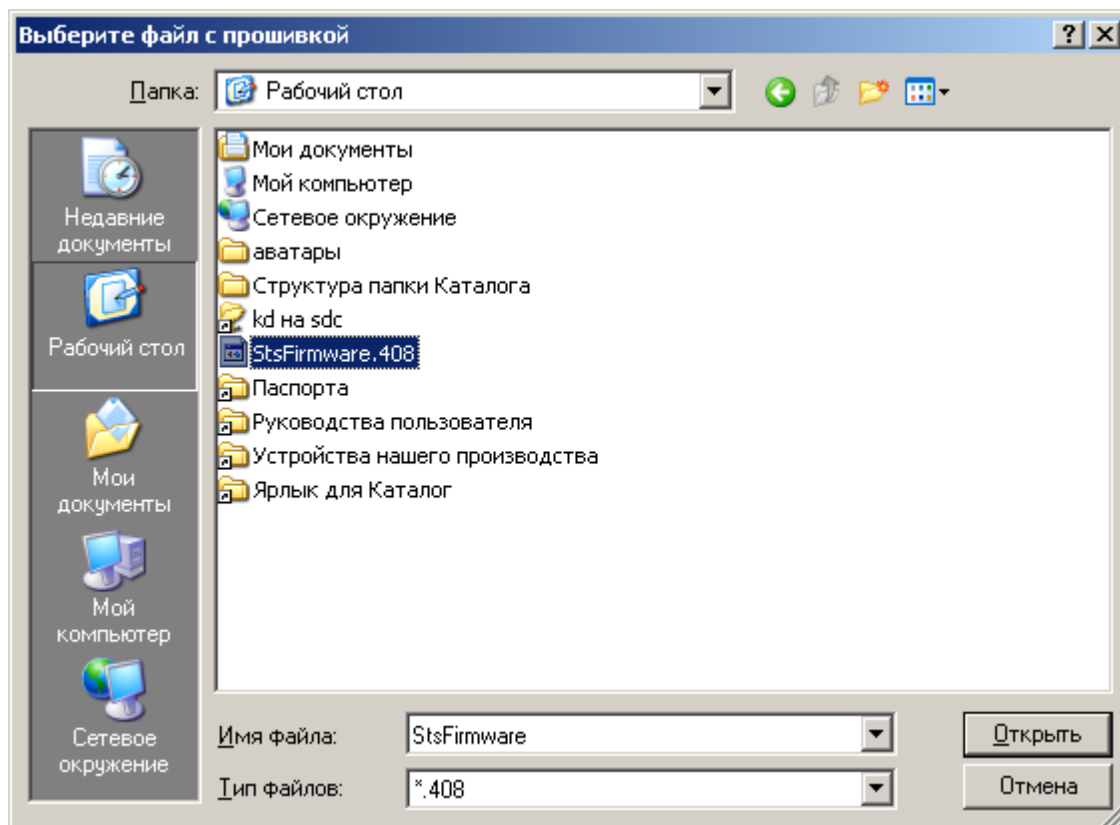

Рисунок 25
6) выбрать файл с прошивкой и нажать «Открыть» (Рисунок 25):